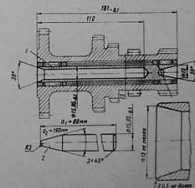

Рис. 68. Оправка для выпрессовки (запрессовки) оси блока шестерен промежуточного вала автомобиля 2140:
9. Выпрессовку оси блока шестерен промежуточного вала произвести при помощи трех отпирков, предупреждающих рассыпание игольчатых подшипников блока шестерен (рис. 68). Выпрессовку оси начать короткой оправкой 2 (80 мм) со стороны переднего торца картера. За короткой оправкой направить полную оправку 1 и полностью ввести ее в отверстие блока шестерен. В процессе работы необходимо следить за тем, чтобы применяемые оправки не имели зазубин, способных повредить поверхность отверстий для оси блока шестерен в картере коробки передач. Допускается применение одной оправки той же длины, что и полная, но без выемок. Для модернизированных коробок передач эта операция производится после установки удлинителя в надлежащее положение (см. п. 10).
9. Для сборки роликов (15 шт.) передней опоры вторичного вала нужно уложить в гнездо роликового подшипника в первичном валу пластиную (консистентную) смазку. Между роликами и запорным кольцом устанавливается упорное кольцо. Ролики шестерен промежуточного вала (46 шт.) собирают на полой оправке 1 (см. рис. 68). Ролики каждого подшипника должны быть одной размерной группы, т. е. отличаться друг от друга по диаметру не более чем на 0,005 мм.
11. Ввести блок шестерен промежуточного вала в зацепление с шестернями вторичного вала и сцентрировать в картере двумя коническими оправками 2 (см. рис. 68). Затем длинной конической оправкой со стороны заднего торца картера вытопить пазу и короткую